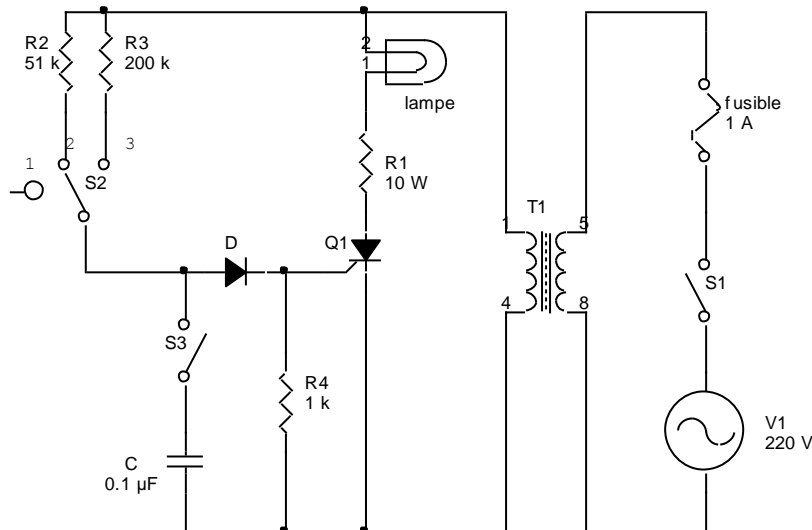

Figure 2-1 : Circuit à base d'un SCR en régime alternatif.
- 2. montez le circuit qui apparaît à la figure 2-1.*